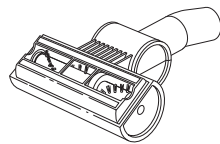

Fig. 28
- 3 Dé vuelta el cepillo giratorio para inspeccionarlo y cortar cualquier acumulación de cabellos o hilos enrollados alrededor del cepillo con una tijera. **(Fig. 28)**